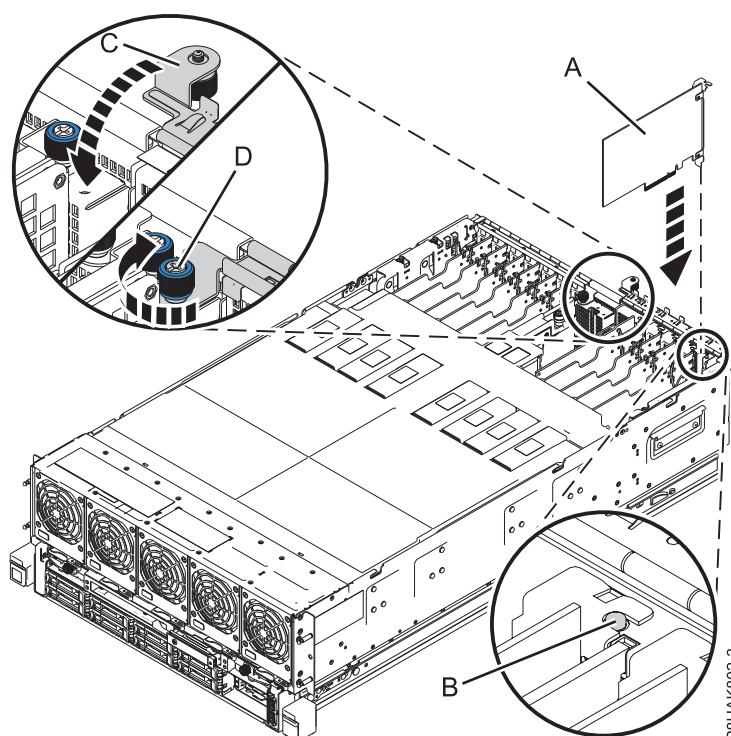

図 23. 8408-44E または 8408-E8E システムでの PCIe アダプターの取り付けまたは再取り付け
7. アダプターの上端またはテール・ストックを注意深く握り、図に示すように、システム・バックプレーン **(A)** のスロットとそのコネクタにアダプターを位置合わせします。図 23
9. テール・ストックの切り欠きがシステム・シャーシのピンとかみ合ったことを確認します。図 23 の **(B)** を参照してください。
10. 入出力保持ブラケット **(C)** を下方に回転させ、拘束つまみねじ **(D)** をシステム・シャーシに固定されるまで締めて、入出力保持ブラケットを閉じます。『図 23』を参照してください。